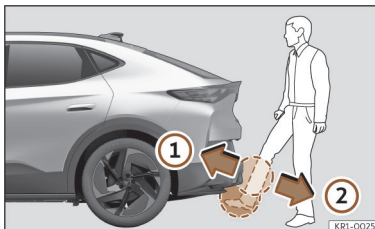

Abb. 80 Heckklappe mit sensorgesteuerter Öffnung (Easy Open).
- Mit einer schnellen Bewegung nähern Sie einen Fuß und unteren Beinteil so weit wie möglich dem Stoßfänger. Der untere Beinteil muss sich dem oberen Sensorbereich, und der Fuß dem unteren Sensorbereich nähern >>> (Abb. 80) ①.
• Entfernen Sie den Fuß und den unteren Beinteil mit einer schnellen Bewegung aus dem Sensorbereich >>> (Abb. 80) ②. Die Heckklappe öffnet sich selbsttätig.